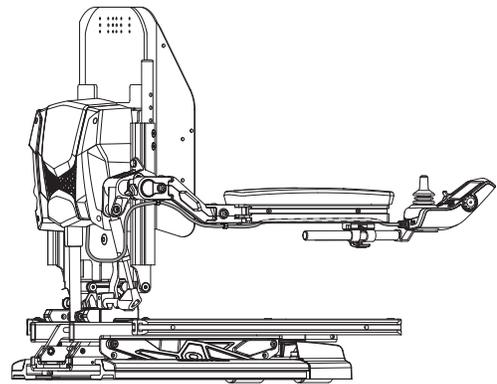

Bild 7. Verlegung des Steuerungskabelbaums bei einem TRU-Balance® 3
6. Sichern Sie den Kabelbaum der Steuerung mit Kabelbindern an dem Griffstück der Armlehne. **Siehe Bild 7, 8, 9 oder 10.**